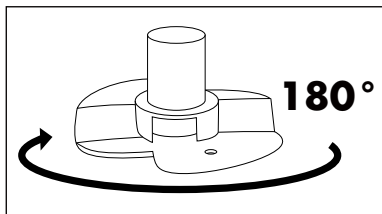
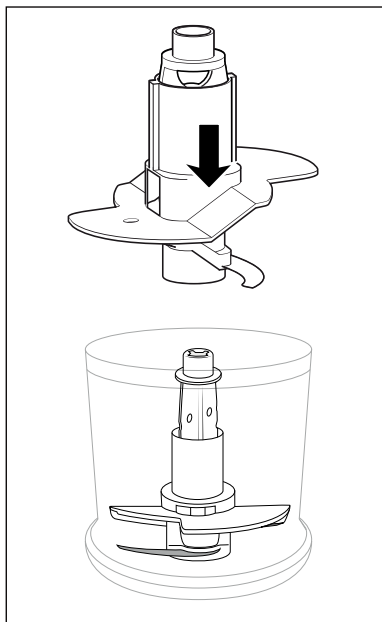

Bild 2
Bild 3
- För att vispa 200 ml grädde vrider du visptillsatsen **10** i 180° horisontellt (bild 2) så att den bara ligger över en kniv **7** och snäpper fast (bild 3). Då går vispen högre upp i gräddan: